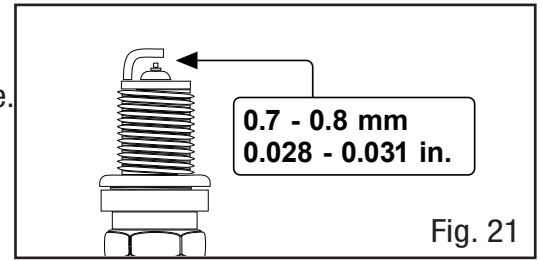

Fig. 21
6. Messen Sie den Zündkerzenabstand mit einer Zündkerzenabstandslehre. Der Abstand sollte 0,7 - 0,8 mm (0,028 - 0,031 in) betragen (Abb. 21). Stellen Sie den Spalt bei Bedarf vorsichtig ein.